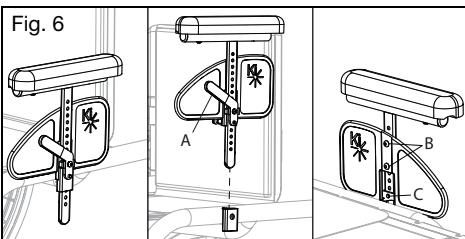

Fig. 6
- Skyv armlenestangen inn i motstykket som er montert på siderammen. Kontroller at stifen i spaken tar tak i motstykket (fig. 6).
- Skyv spaken (fig. 6:A) inn mot sideskjoldet for å løsne stifen fra motstykket.
- Fjern de to 6 mm skruene fra sideskjoldene (fig. 6:B).
- Fjern skruen (fig. 6:C) fra klesbeskyttersens stopp gjennom klesbeskytteren, men ikke trekk den helt ut. Skruen kan sitte i spakmekanismen. Gjenta på motsatt arm.
- Sett mekanismen for stangstopp og hendel på klesbeskytteren tilbake til ønsket stilling. Stram skruen på nytt (fig. 6:C) og gjenta på motsatt side.
- Plasser klesbeskytteren i ønsket stilling og sett inn de to 6 mm skruene på nytt (fig. 6:B) slik at klesbeskytteren festes på plass. Stram de to 6 mm skruene og gjenta på motsatt side.
- Sett armlenene inn i motstykkene (fig. 6).